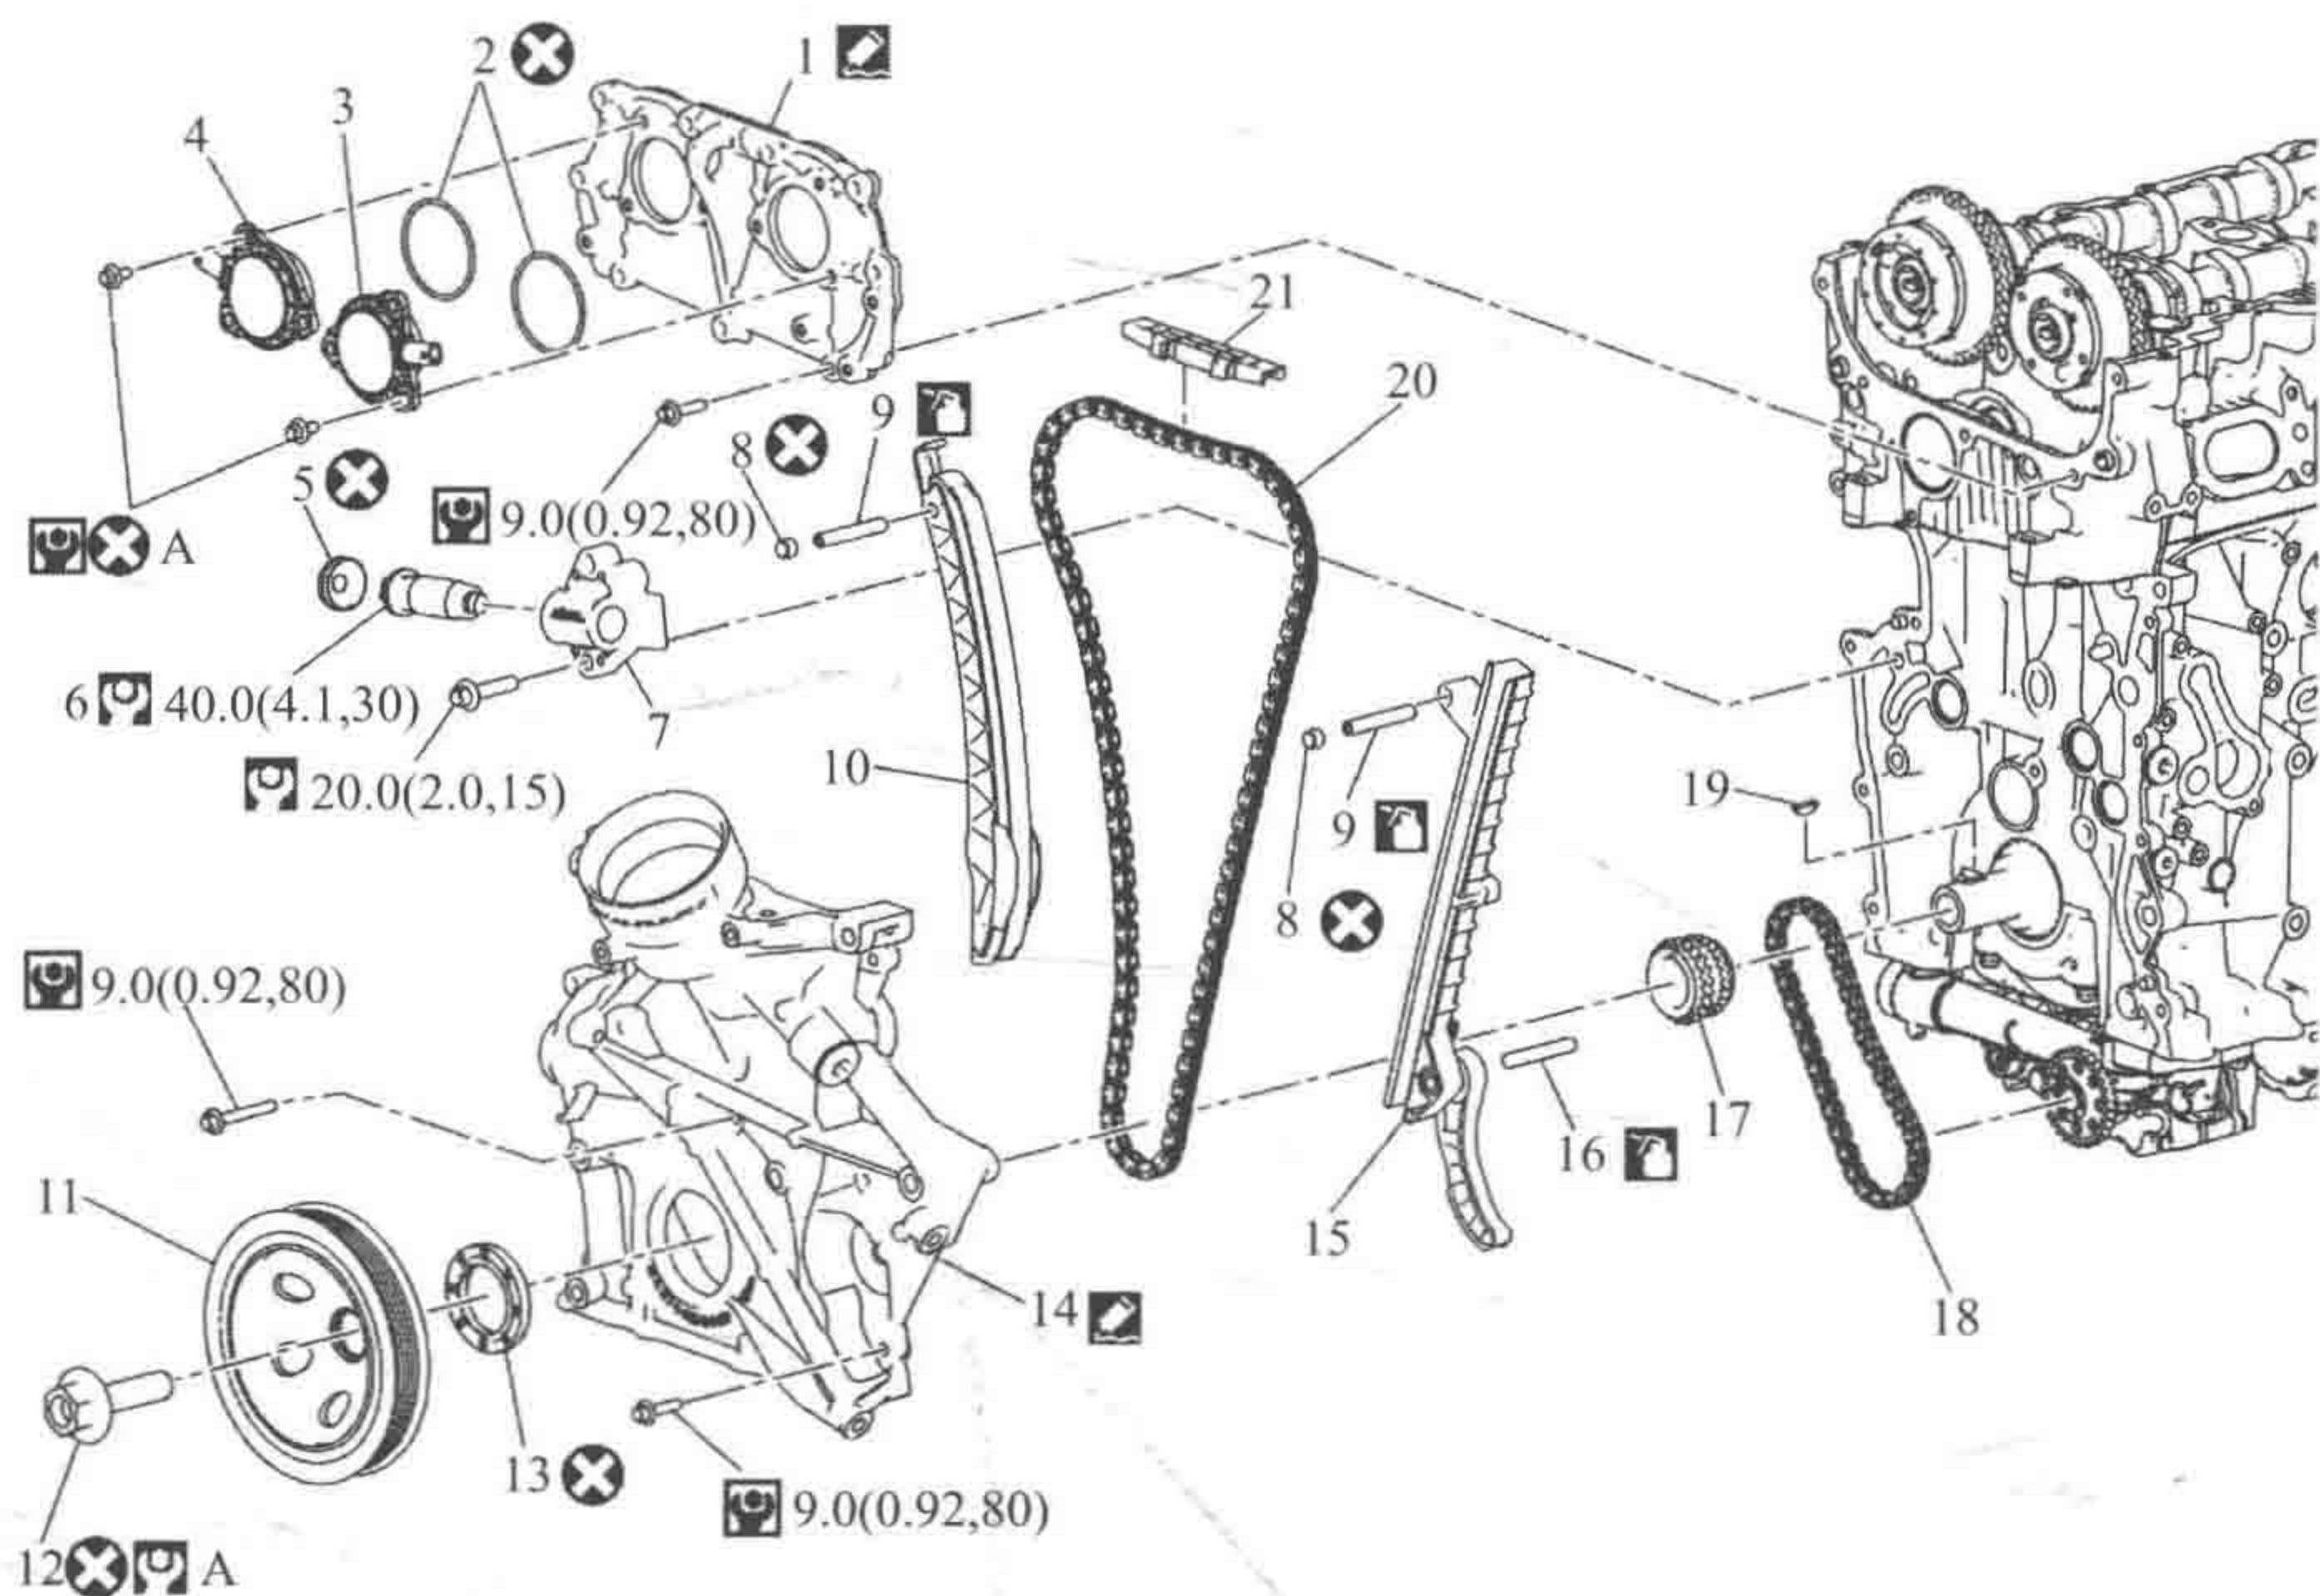

图 1-6 2.0L 涡轮增压汽油机的正时链条分解图
2.0L 涡轮增压汽油机的正时链条分解图如图 1-6 所示。